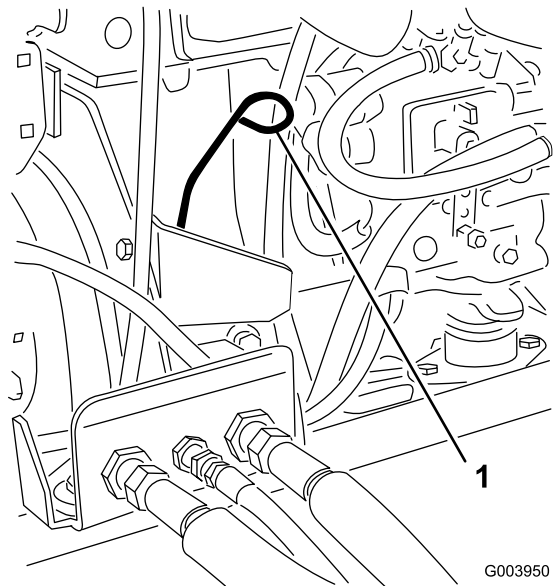

Figura 32
3. Retire la varilla, límpiela, y vuelva a colocarla (Figura 32).